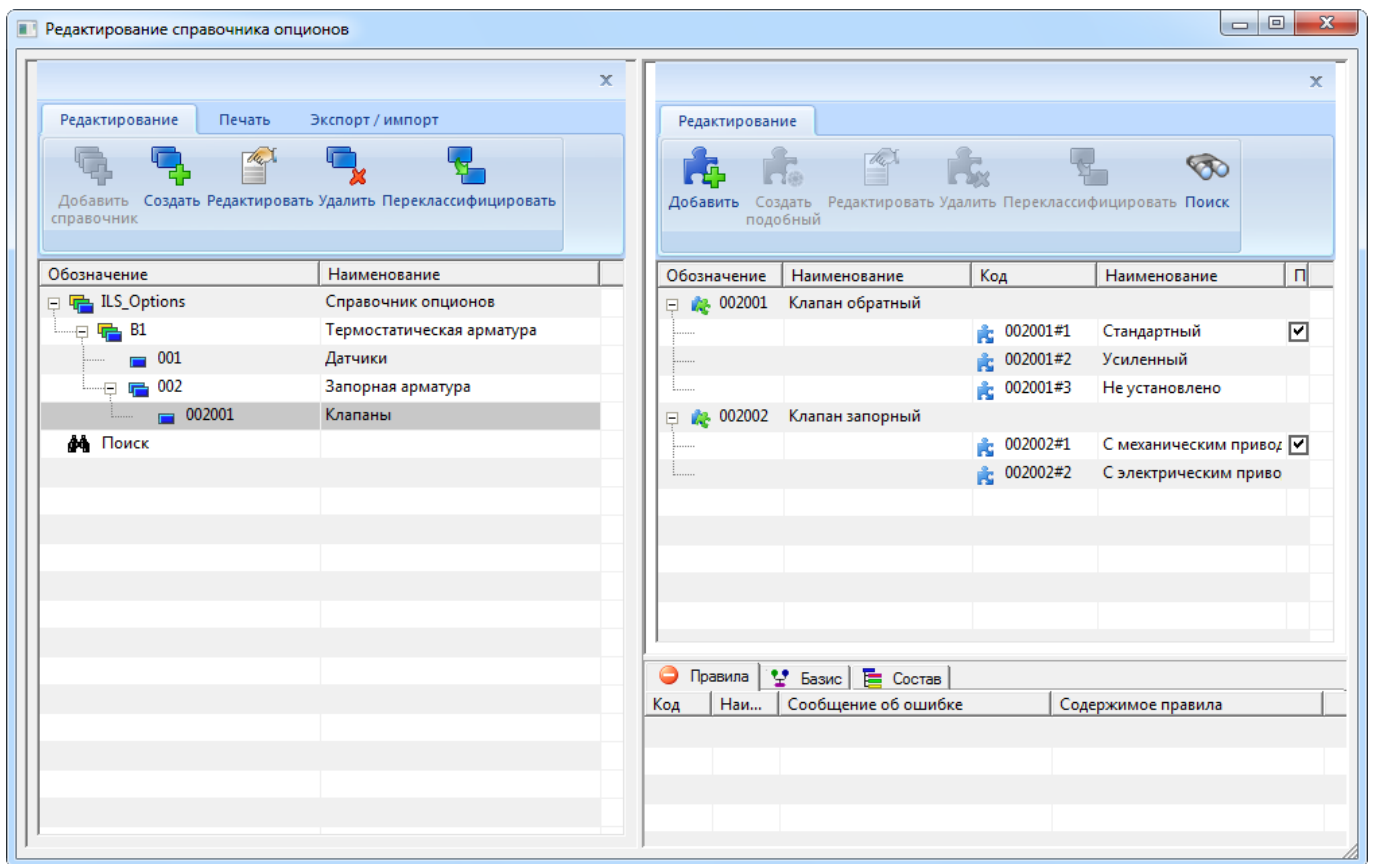

Рис. 10-151 – Добавьте другие опционы и их значения
12) После ввода всех параметров опциона нажать кнопку «ОК». Информация о параметрах опциона и его значениях появится в правом верхнем окне редактора (рис. 10-151).